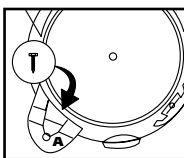

FIGURE 9
8. Fixez la patte de roulette au réservoir au moyen de la vis fournie. **FIGURE 9.**